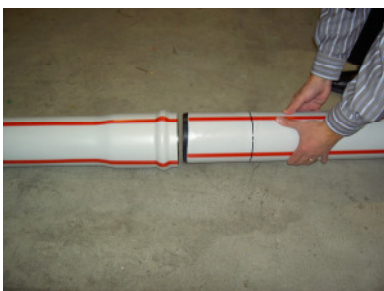

Bild 1
- Rohr mit angeformter Muffe und das Spitzende mit angebrachter Markierung axial ausrichten (Bild 1)